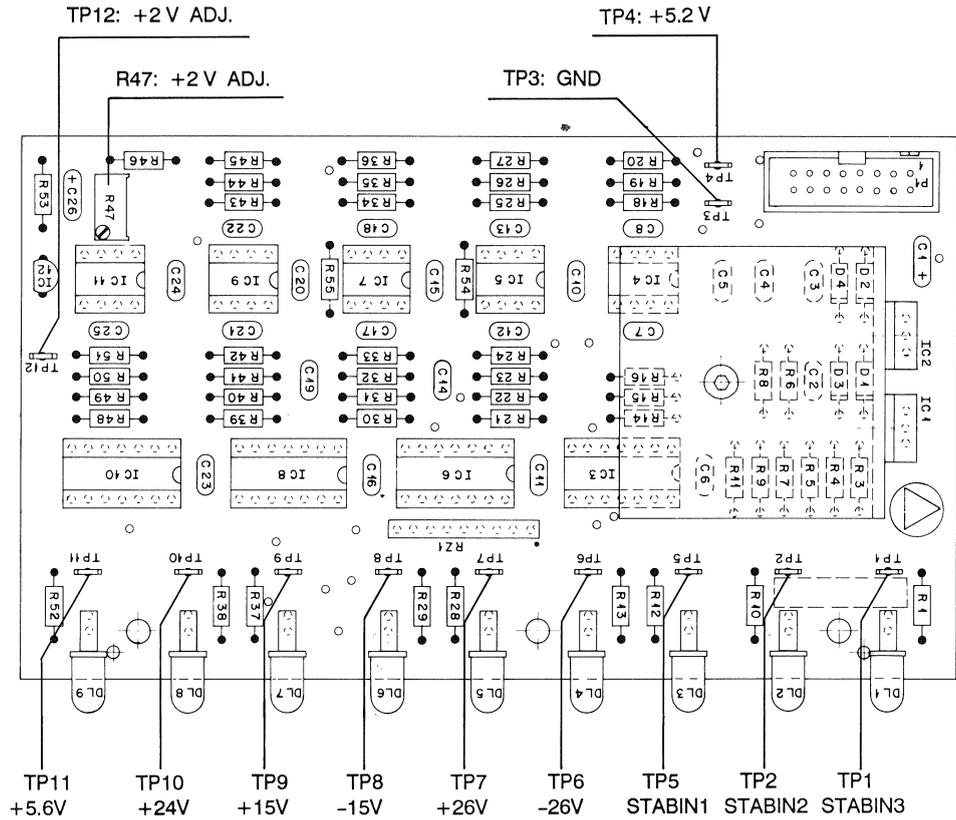

Fig. 1 Fuse/Supply Failure Detector 1.820.866
- Das FUSE/SUPPLY FAILURE DETECTOR BOARD 1.820.866 ist mit den erforderlichen Prüfpunkten ausgerüstet (siehe Fig. 1).